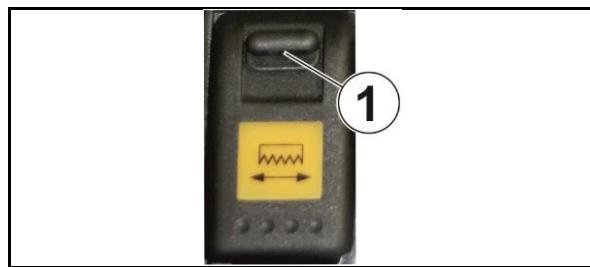

Fig. 135
- 2.1 Ziehen Sie die Sicherheitsraste (1) am Schalter „Fast-Cut-Schneidmesser“ (Fig. 135) zurück.
Drücken Sie den Schalter „Fast-Cut-Schneidmesser“ (Fig. 135) in Position „Sperren“.